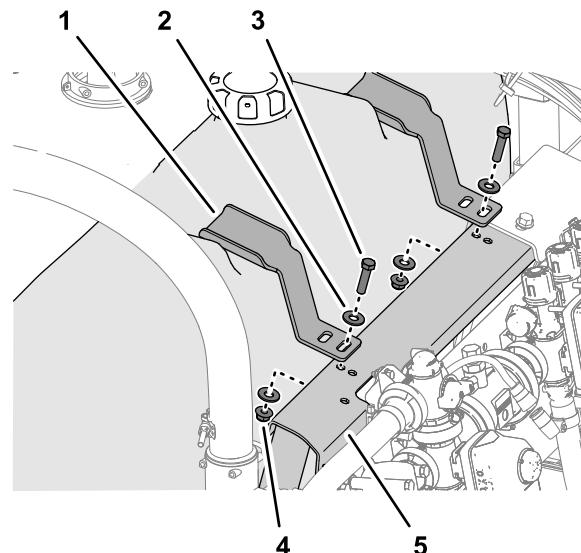

Bild 16
1. Fluchten Sie die Befestigungshalterung mit den Verjüngungen aus, die in die Oberseite des Spülbehälters eingegossen sind (Bild 16)
- Fluchten Sie den Schlitz in der Befestigungshalterung mit dem Loch in der Ventilbefestigung aus (Bild 16).
- Montieren Sie die Befestigung mit einer Schraube (5/8" x 1 1/2"), zwei Scheiben (5/8") und einer Sicherungsbundmutter (5/8"), die Sie in Entfernen des Spülbehälters \(Seite 6\) entfernt haben, lose an der Ventilbefestigung (Bild 16).
- Wiederholen Sie die Schritte 1 bis 3 für die andere Befestigung an der anderen Vertiefung im Spülbehälter (Bild 16).